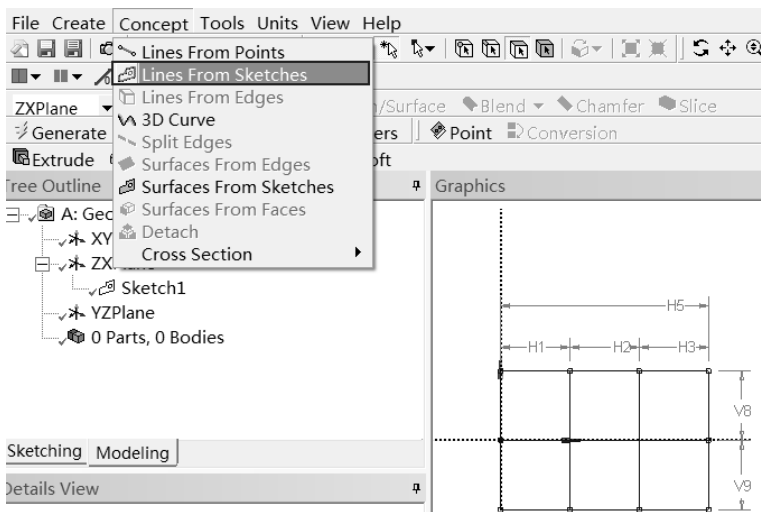

图 2-104 保存文件
Step8: 切换到 Modeling 模式下, 选择 Concept Lines From Sketches (草绘生成线) 命令, 如图 2-104 所示, 在下面出现的 Details View 面板的 Details of Line1 Base Objects 栏中选择刚刚草绘的图形, 然后单击 Apply 按钮确定选择。